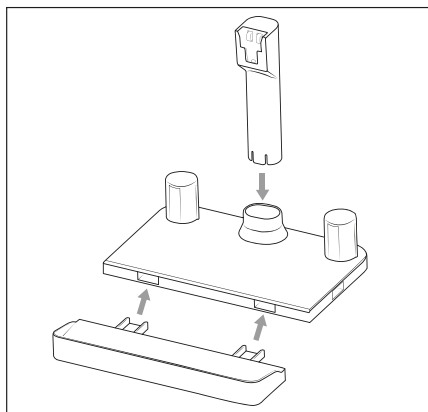

Abb. 4
- 4) Stecken Sie die Ladestation **15** zusammen und befestigen Sie die Gerätehalterung **17** der Ladestation **15** (siehe Abb. 4).